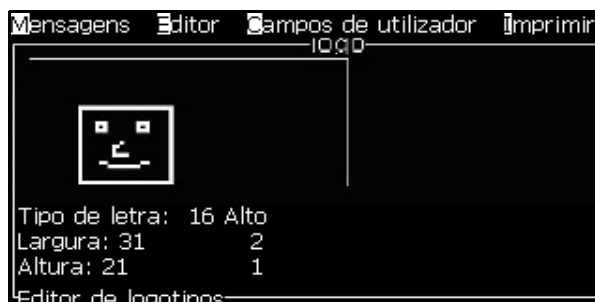

Figura 5-50: Recortar logotipo
- 1 Pressione a tecla *Enter* e aparecerá uma moldura que mostra os limites atuais do gráfico (Figura 5-50).